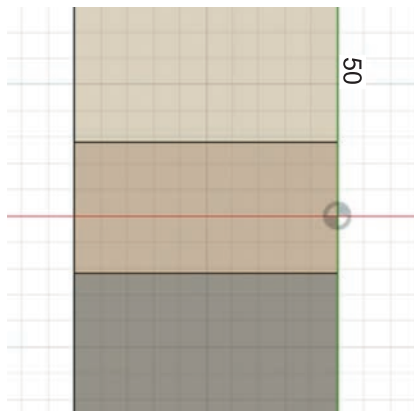

Рис. 32. Создание скетча
2.2. Нажмём **Create Sketch** . Так мы перейдем в режим создания скетча на выбранной плоскости (рис. 32).